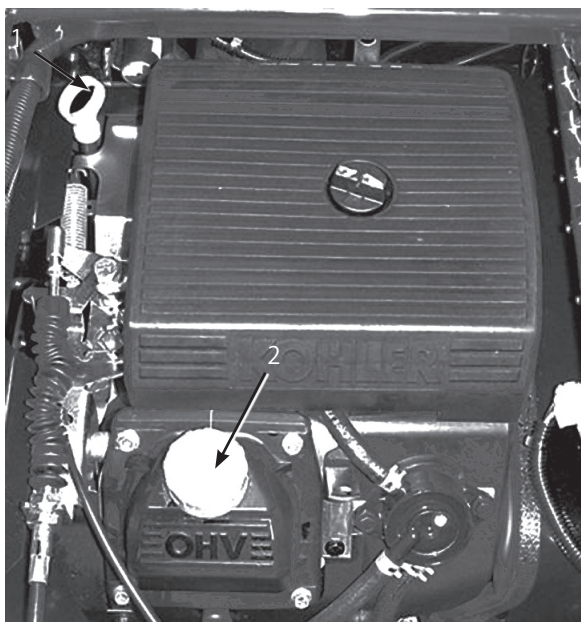

図6
2. ディップスティックを抜き、ウェスで一度きれいに拭く(図6)。ディップスティックを、チューブの根元までもう一度しっかりと差し込む。引き抜いて油量を点検する。
3. 油量が少なければ、バルブ・カバーの上についている補給口(図6)を開け、ディップスティックの Full マークまでオイルを補給する; オイルの種類や粘度の選択については34ページのエンジン・オイルについてを参照。補給するときは、ディップスティックで確認しながら少量ずつ入れる。入れすぎないこと。